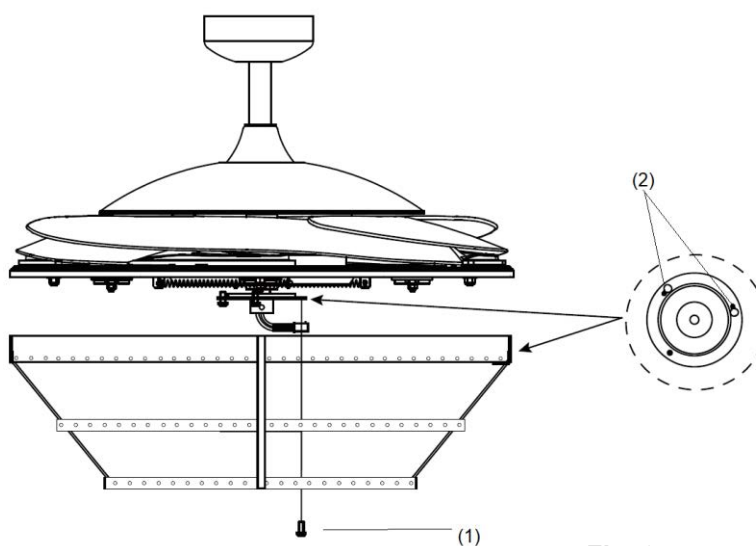

Fig. 6
### INSTALLATION DU KIT D'ÉCLAIRAGE (Fig. 6 et 7)
1. Dévissez la vis (1) du support du ventilateur. Alignez les 2 vis à tête fendue avec les encoches (2) du support du kit d'éclairage. (Fig. 6)
2. Tournez le kit d'éclairage dans le sens inverse des aiguilles d'une montre jusqu'à ce que les vis à tête fendue soient calées à l'extrémité des encoches (2).
3. Fixez la vis (1) sur le support d'abat-jour. Serrez les 3 vis. Évitez de trop serrer.